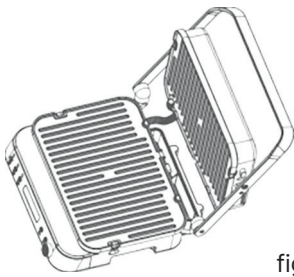
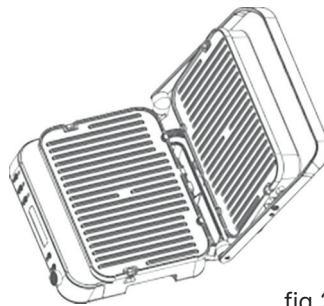
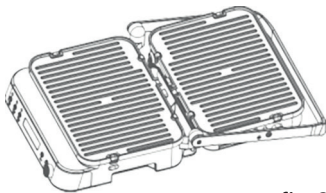

fig 1
fig 2
fig 3
5. Kontrollera att droppbrickan sitter rätt (Fig. 2).
6. Kontrollera temperatursonden om den används (Fig. 3).
När förvärmningen är klar, använd handtaget för att föra topplocket till öppet läge (bild 1). Använd ugnsvante. Tryck ned topplocket tills det är i nivå med handtaget (bild 2) och tryck sedan handtaget och topplocket vidare till plant läge (bild 3).